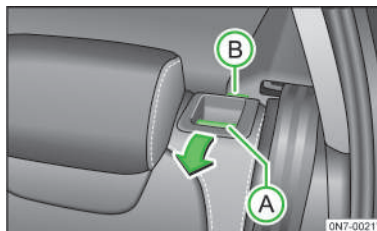

图 84
- 确认红色标识[B]» 图 84，见第 55 页完全嵌入饰框中。